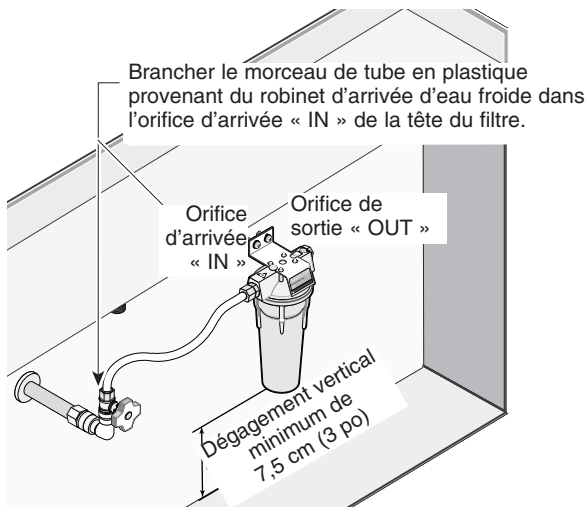

Figure 5
7. Brancher cette extrémité du tube en plastique sur le robinet d'arrivée d'eau froide. Se reporter à la Figure 5. Brancher l'autre extrémité de ce tube en plastique de la même manière, dans l'orifice d'arrivée « IN » de la tête du filtre.